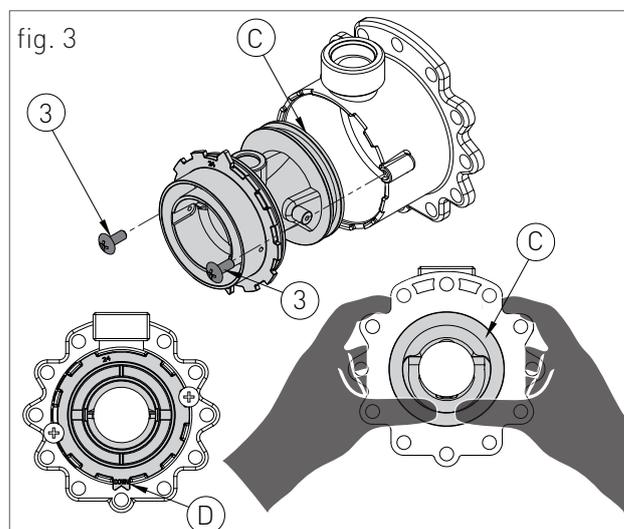

fig. 3
- > svitare le due viti '3' (fig.3) e fare pressione sul lato posteriore del corpo venturi 'C' (fig.3);
- > sostituire il corpo venturi con quello adatto al tipo di gas di rete (cod. 30-00166 per metano / cod. 30-00169 per GPL/ cod. 30-00167 per aria propanata) e assicurarsi che l'orientamento del dente 'D' (fig.3) sia verso il basso sulla ghiera in alluminio (vedi fig.3);